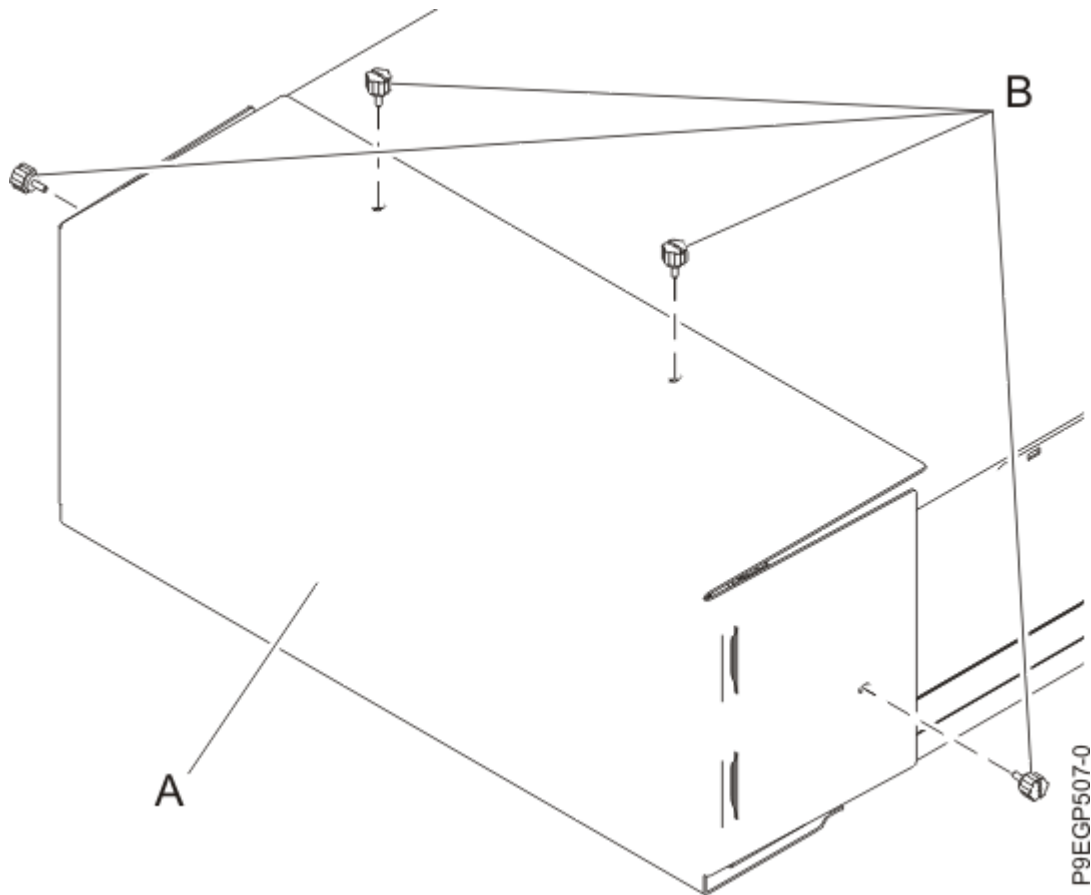

Abbildung 7. Transportabdeckung ausbauen
2. Entfernen Sie die vier Rändelschrauben **(B)**, mit denen die Transportabdeckung **(A)** an der Rückseite des Einschubs befestigt ist (siehe Abbildung 7 auf Seite 12). Bauen Sie die Transportabdeckung aus.